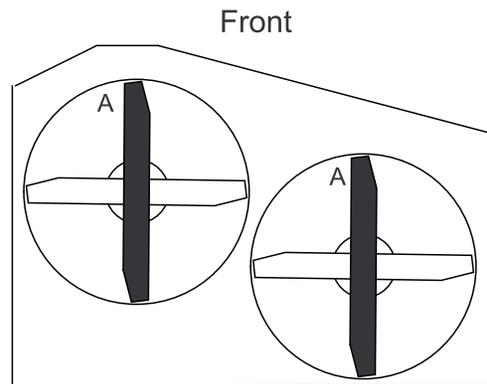

Figure 50
3. Tournez les lames dans le sens longitudinal. Mesurez la distance entre la surface plane et le tranchant (position A) des lames (Figure 50).